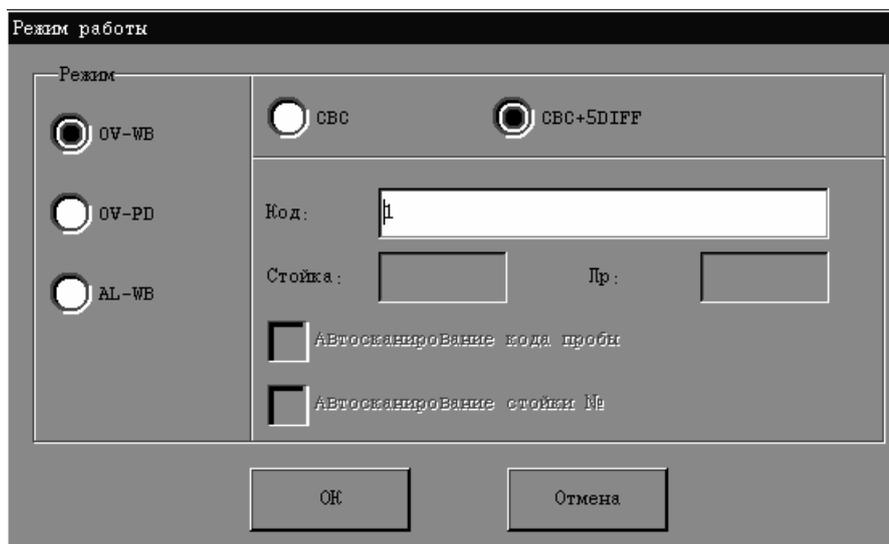

Рисунок 6-4 Диалоговое окно «Режим работы»
1. На экране «Подсчет» **НАЖМИТЕ** кнопку «Режим». Откроется диалоговое окно «Режим работы» (Рисунок 6-4).